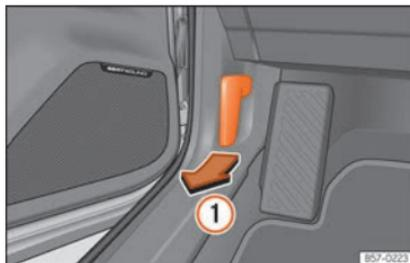

Fig. 218 Alavanca de desbloqueio no espaço para a zona dos pés do condutor.
- Abra a porta e puxe pelo manípulo que existe debaixo do painel de instrumentos »» Fig. 218 ①.